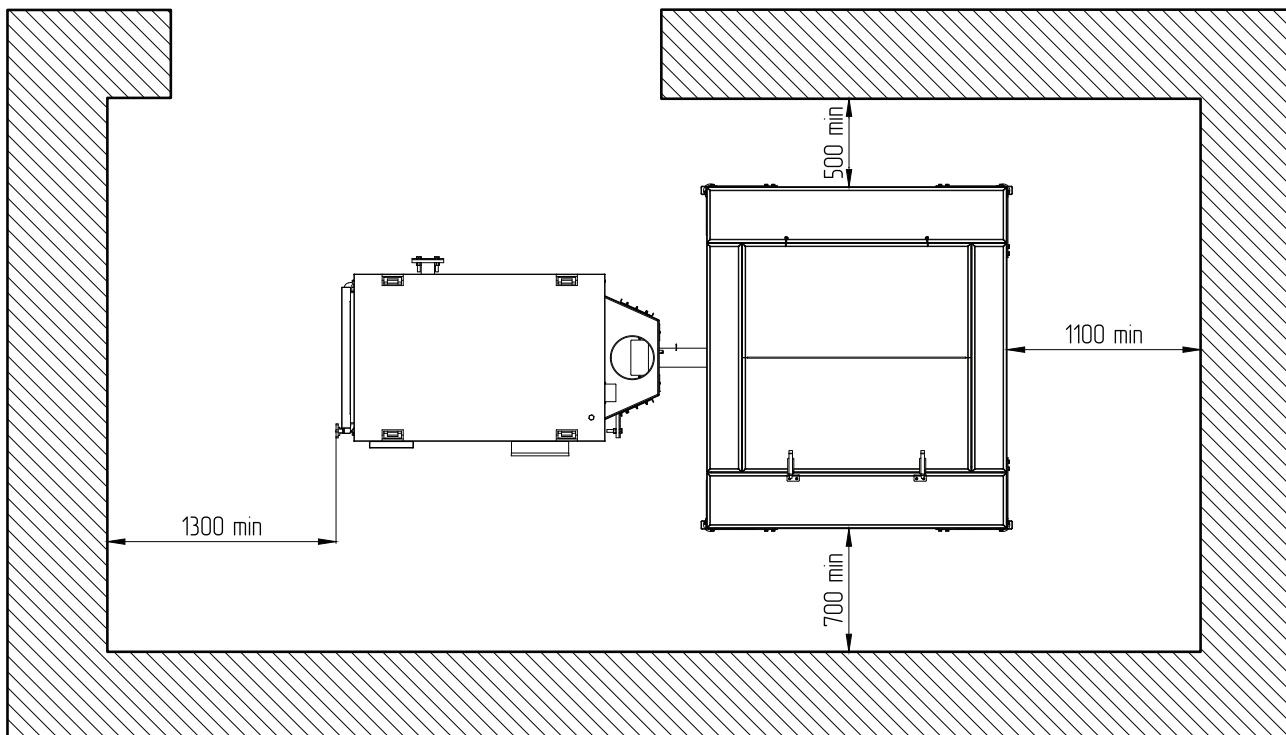
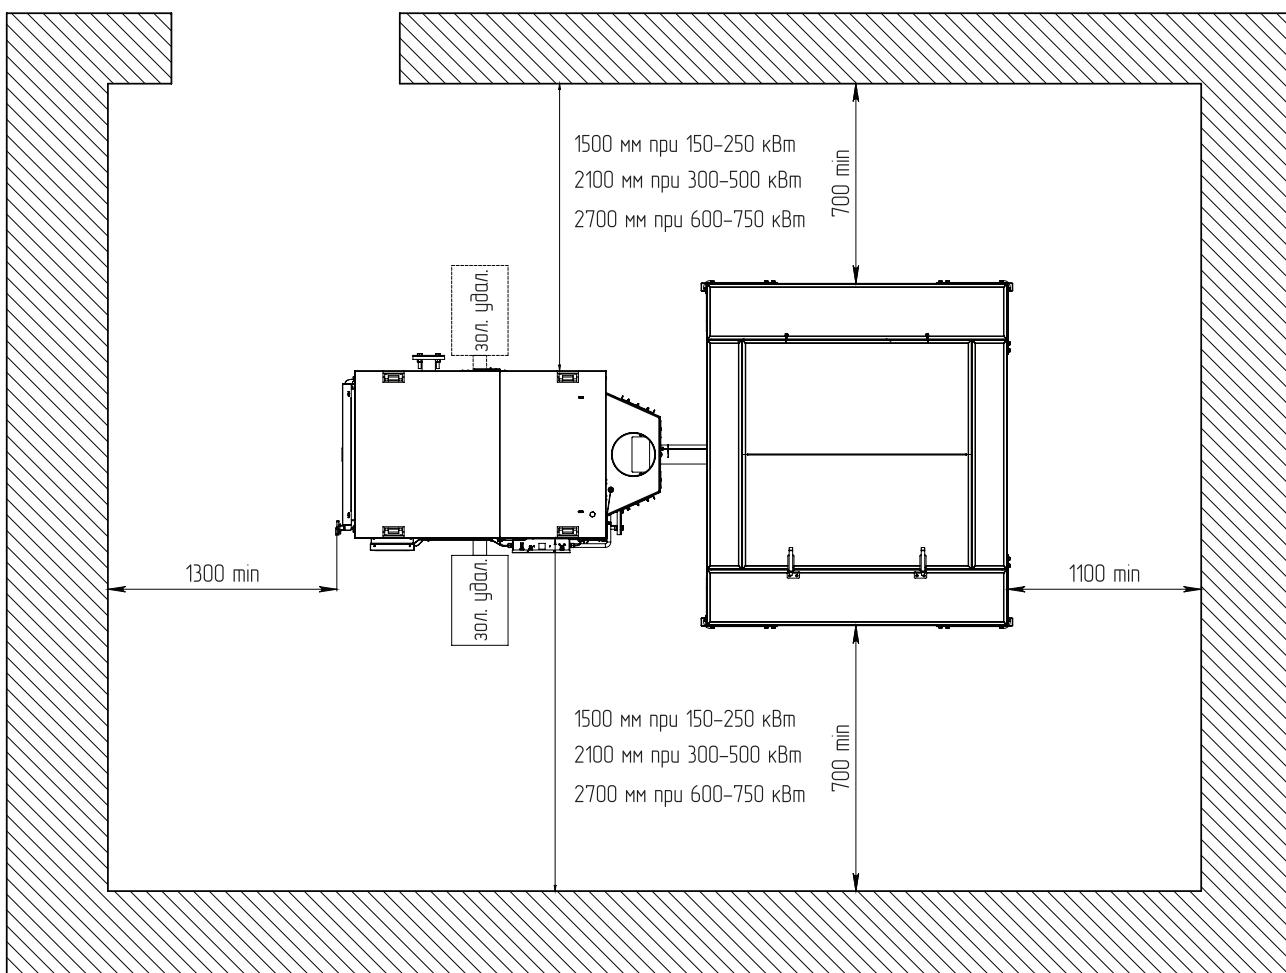

Рис.9 Расположение котла в помещении котельной (без учёта комплекта золоудаления)
Рис.10 Расположение котла в помещении котельной (с учётом комплекта золоудаления)
- Расположение котла в помещении с учетом необходимого для обслуживания пространства показано на **Рис.10** (только для исполнения «Стационарный»);
При использовании комплекта золоудаления манипуляционное пространство со стороны зольного ящика должно быть не менее 1500 мм при мощности котла 150 - 250 кВт, 2100 мм при мощности 300 - 500 кВт и 2700 мм при мощности 600 - 750 кВт (см. **Рис.9**);
- С боковых сторон необходимо оставлять пространство для доступа к задней части котла в соответствии с **Рис.9, Рис.10** (при использовании комплекта золоудаления).
Расположение котла в помещении с учетом необходимого для обслуживания пространства показано на Рис.9, Рис.10.